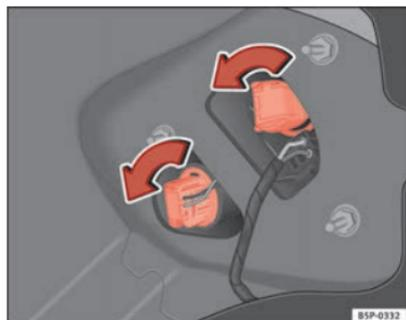

Fig. 202 Luces en la carrocería
- Gire el portalámparas hacia la izquierda ⇒ fig. 202.